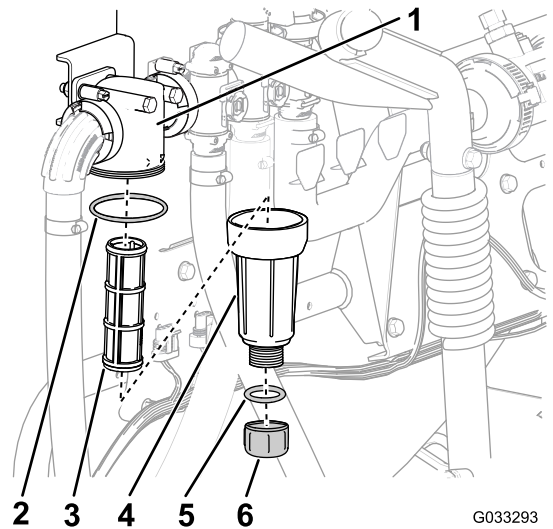

図 55
2. 圧力フィルタの下に受け容器をおく 図 55。
3. 圧力フィッティングのドレンプラグを左に回して外す 図 55。
4. ボウルを左に回してフィルタヘッドから外す 図 55。
5. 古い圧力フィルタエレメントを外す 図 55。
6. ドレンプラグの Oリングボウルの内側とボウルの Oリングフィルタヘッドの内側に傷や破損がないか点検する 図 55。
7. 新しい圧力フィルタエレメントをフィルタヘッドに取り付ける 図 55。
8. フィルタヘッドにボウルを取り付けて手締めする 図 55。
9. ボウルにプラグを取り付けて手締めする 図 55。